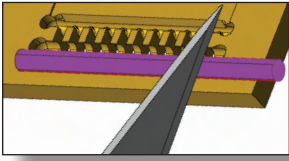
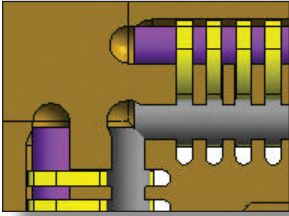

図 23: エラストマに適正な長さで印をつける
図 24: エラストマがEnd Well (先端くぼみ)に正しくフィットした状態
- End Well (先端くぼみ)に対してほんの少し短めになるように(図 23参照)、メスでエラストマに印をつけます(図 24参照)。ハウジングに傷をつけないように気を付けて下さい。
- 右側が完了したら中央に戻り、左側に向かって作業を行って下さい。エラストマの先端をEnd Well(先端部くぼみ)に押し込んだら終了です。エラストマがEnd Well先端部くぼみのすれすれに達していることを確認して下さい(図 24参照)。エラストマの中心位置がズれている場合は、引き抜いて再度インストールを行ってください。エラストマがエラストマスロットの中心にある時に、最適性能が実行されます。